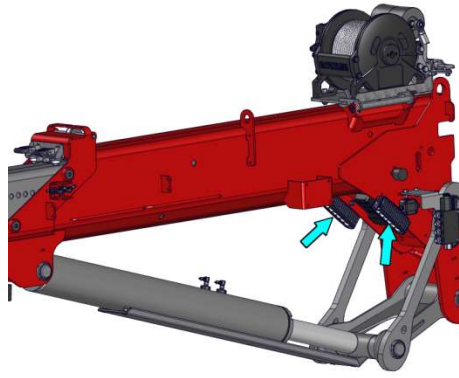

Figure: 28
- Une autre pression sur le bouton des lampes de travail de la télécommande éteint les 2 lampes de travail sur la flèche principale et allume les 2 lampes du bras de grue. (voir Figure 28)